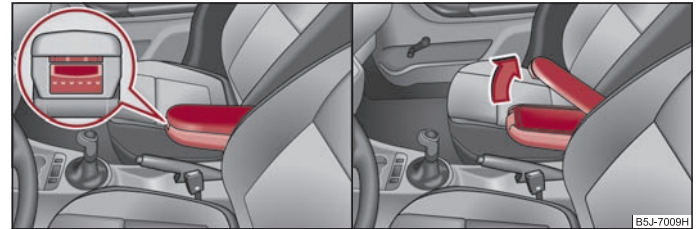

Abb. 85 Armlehne: Ablagefach / Ablagefach öffnen
- Drücken Sie die untere Taste an der Stirnseite der Armlehne ⇒ Abb. 85 links. Klappen Sie die Armlehne vor und lassen Sie die Taste wieder los.
- Drücken Sie die obere Taste und klappen Sie die Abdeckung des Ablagefachs nach oben ⇒ Abb. 85 rechts.